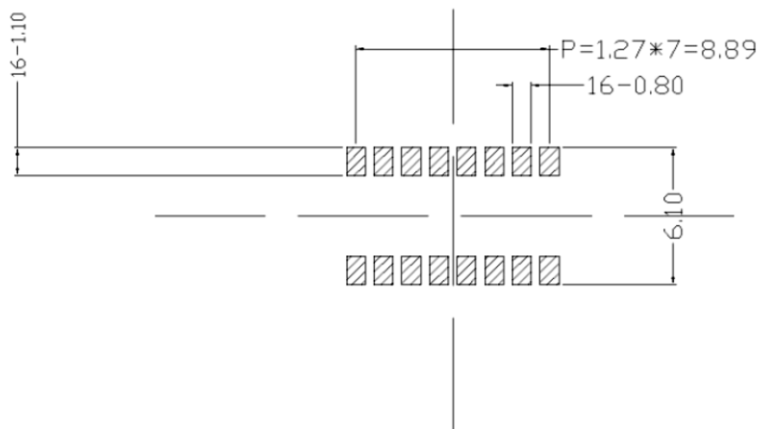

図2 フットパターン
タイミング図 2 (電子シャッタ機能使用例)
実装基板のフットパターンとして、図2のものを推奨します。
- 2) メタルマスクパターンは、図2に対して100%を推奨します。